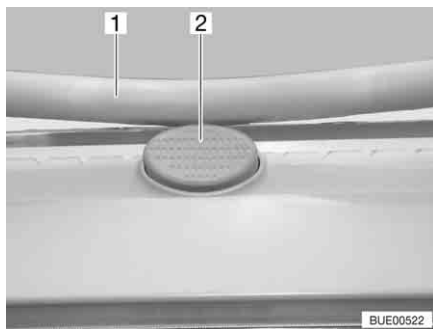

Fig. 19 Bottone di sicurezza sull'oblò inclinabile
- Premere il bottone di sicurezza (Fig. 19,2) e tirare verso il basso la staffa (Fig. 19,1) con entrambe le mani.
- Premere la staffa verso l'alto con ambedue le mani, finché la staffa non poggia al di sopra del bottone di sicurezza (Fig. 19,2).